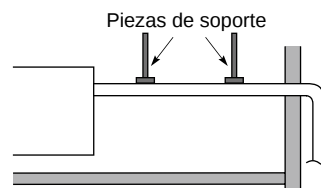

Fig. 3-86
- No aplique fuerza a los tubos del lado de la unidad cuando conecte el tubo de drenaje. El tubo no debería poderse colgar sin soporte desde su conexión con la unidad. Fije el tubo a una pared, bastidor u otro soporte lo más cerca posible de la unidad. (Fig. 3-86)